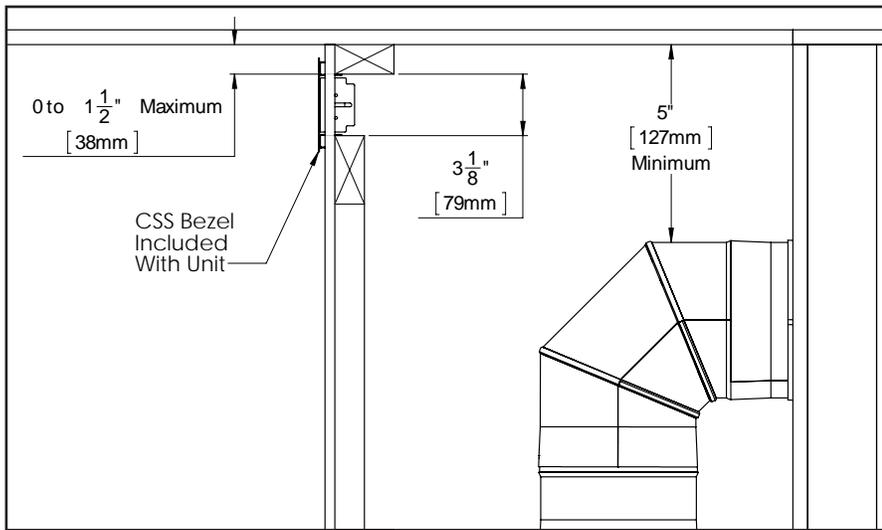

Figure 39: Option de Cadrage 3
**Option 4: Lunette** - La lunette incluse peut être souhaitée pour accentuer la sortie CSS. Cette installation couvrira également le bord du matériau de finition au niveau de la découpe. Construisez le cadrage de manière à obtenir une découpe de 1219 mm (48 pouces) sur 76 mm (3 pouces) pour monter le cadre. Le haut de la découpe doit être à 1 1/2 " du haut de la chasse. Il est essentiel de respecter ces dimensions et de ne pas s'en écarter lors de l'utilisation de matériaux combustibles à l'intérieur de la poursuite (voir Figure 39).